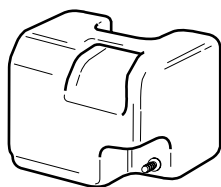

Fig. 2
- 2) Bor et hul i tuden ved hjælp af en syl med tynd spids. Fig. 2.